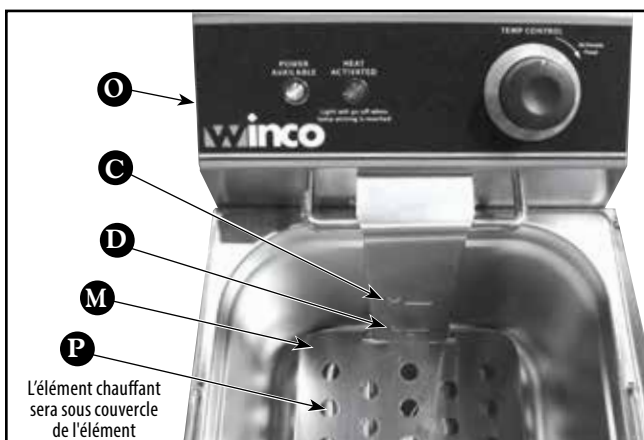

Figure 3. Indicateur du niveau d'huile à l'intérieur du puits
- C HAUT NIVEAU D'HUILE** (Figure 3) C'est le repère de niveau maximum pour le puits. Ne pas remplir avec l'huile au-dessus de cette marque car il peut causer le débordement de l'huile après que le panier est rempli par les aliments.
- D BAS NIVEAU D'HUILE** (Figure 3) C'est le repère de niveau minimum pour le bien. Ne faites pas fonctionner avec l'huile en dessous de ce niveau, sinon l'huile peut être surchauffée et provoquer un incendie.
- M ÉLÉMENT CHAUFFANT COUVERTURE** (Figure 3)
- O TETE D'ALIMENTATION ELECTRIQUE** (Figures 3, 6, & 7)
- P TETE D'ALIMENTATION ELECTRIQUE** (Figures 3 & 7)